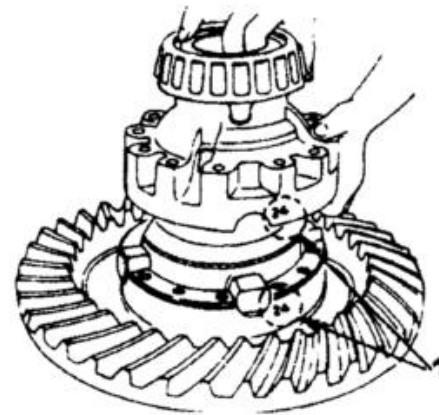

图 7-12
(8) 将左、右差速器壳上的记号对准装复, 其螺栓拧紧力矩必须达到要求(图 7-12);